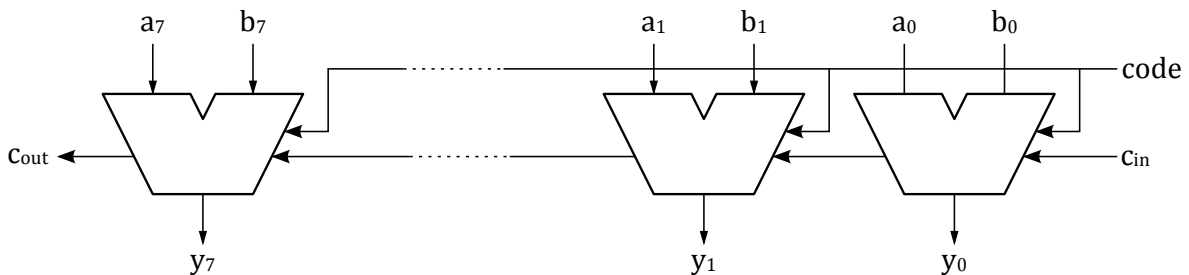

Fig. 2 - Unité arithmétique itérative
La Fig. 2 montre le circuit itératif d'une Unité Arithmétique (AU). Ce circuit est composé de huit unités de 1 bit connectées pour former une AU de 8 bits. Le circuit logique sera réalisé avec des multiplexeurs, qui représentent une table de vérité.
Établissez la table de vérité du bloc logique itératif **ALU/AU1** de Fig. 2 pour les opérations suivantes sur les entiers :
Implémentez le circuit de l'AU de Fig. 2 pour couvrir toutes les fonctionnalités mentionnées précédemment. Certains éléments du circuit sont déjà présents dans le bloc **ALU/AU8**.